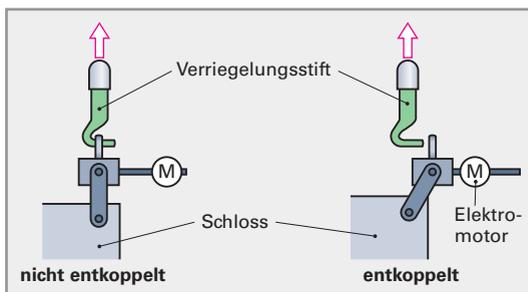

Bild 2: Entkopplung als Doppelverriegelung
**Doppelverriegelung.** Sie ist eine zusätzliche Sicherung gegen gewaltsames Öffnen. Die Aktivierung der Doppelverriegelung erfolgt z.B. durch Mehrfachdrücken der Verriegelungstaste auf der Fernbedienung oder durch Auf-/Zuschließen mit dem Schlüssel. Hierzu fährt entweder der Stellmotor den Verriegelungsstift in eine Übertotpunktlage oder ein zweiter Stellmotor entkoppelt die Verbindung zwischen Verriegelungsstift und Schloss (Bild 2). In beiden Fällen kann die Entriegelung nur elektrisch erfolgen. Im Fahrzeug befindliche Personen können ohne Schlüssel die Türen nicht mehr öffnen.